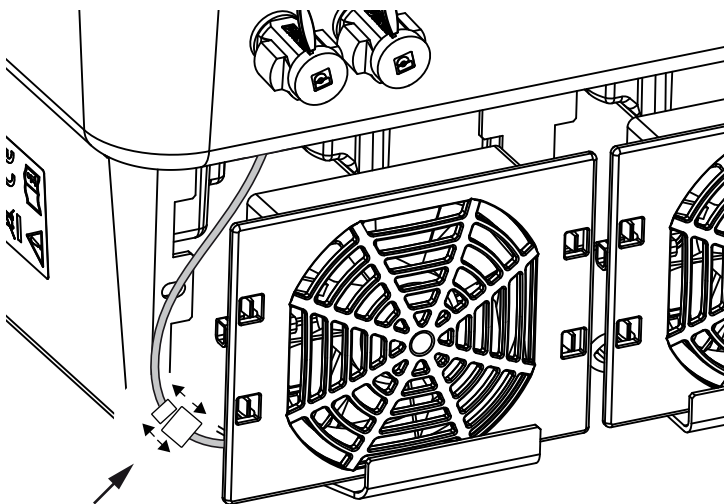

Bild 65: Dra loss fläktkabeln
4. Dra ut fläktenheten helt ur huset. Dra därtill loss fläktkabelns kontaktanslutning. ➡ Bild 65 !